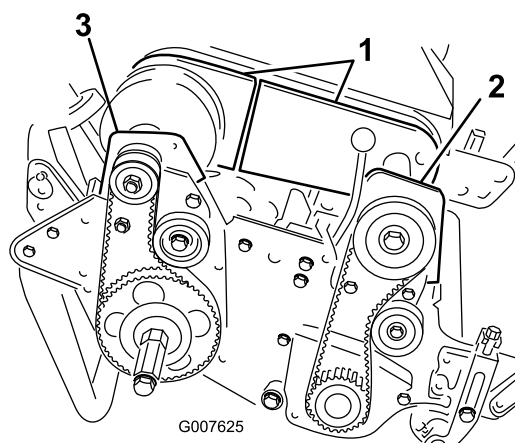

Figura 41
le sezioni della copertura in modo da scoprire la cinghia (Figura 41).
- Togliete i 2 bulloni e i dadi di bloccaggio che fissano la sede frizione anteriore alla piastra laterale (Figura 41).
- Togliete i 2 bulloni e i dadi di bloccaggio che fissano la sede cuscinetto posteriore alla piastra laterale (Figura 41).